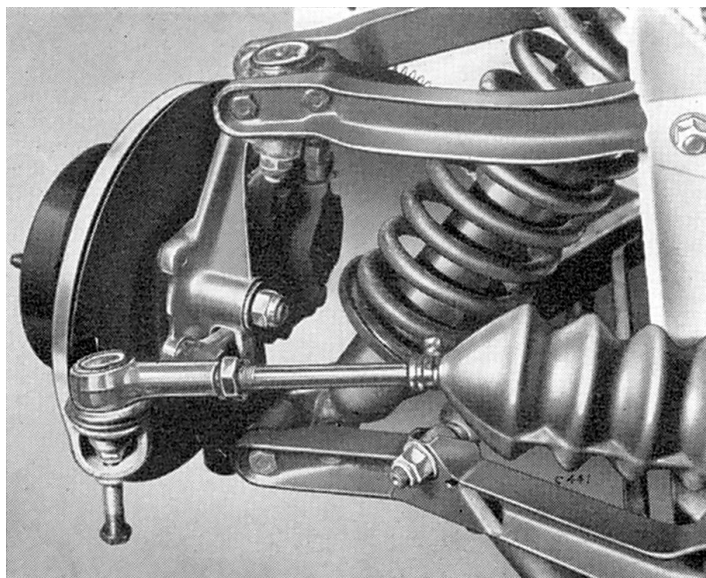

Fig. 9. Dégagement de l'extrémité de la barre d'accouplement
1. Enlever la vis de serrage (9) de l'accouplement (7). Débrancher du châssis le câble de masse fixé à l'autre extrémité à la pièce (28).
2. En se référant à la Fig. 9, extraire des bras de direction les extrémités de barre d'accouplement, après avoir enlevé les écrous et rondelles de fixation.